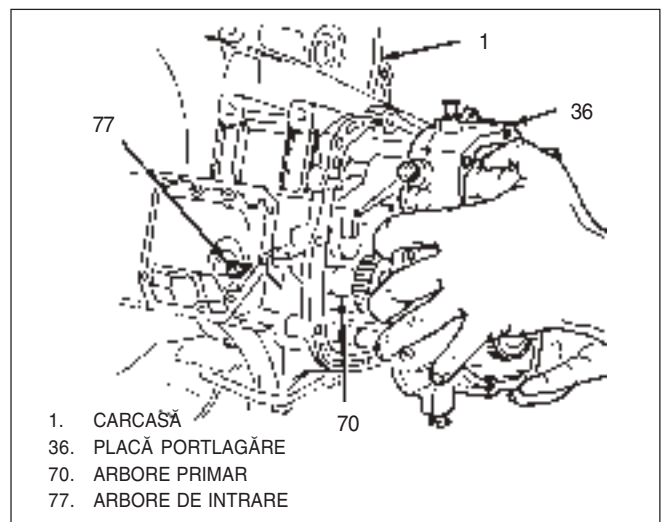
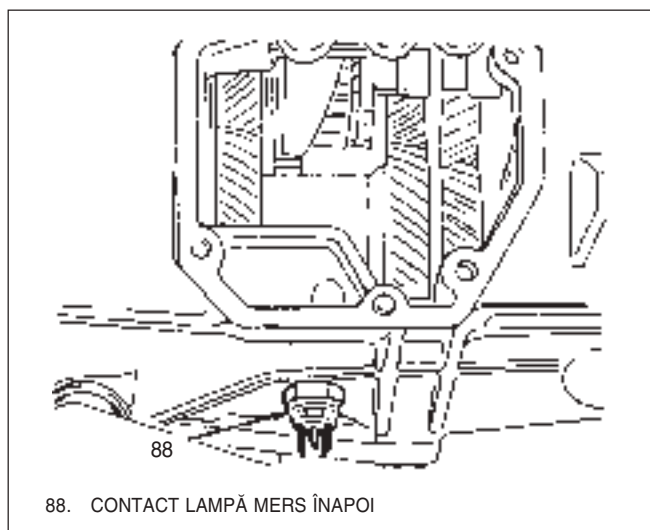
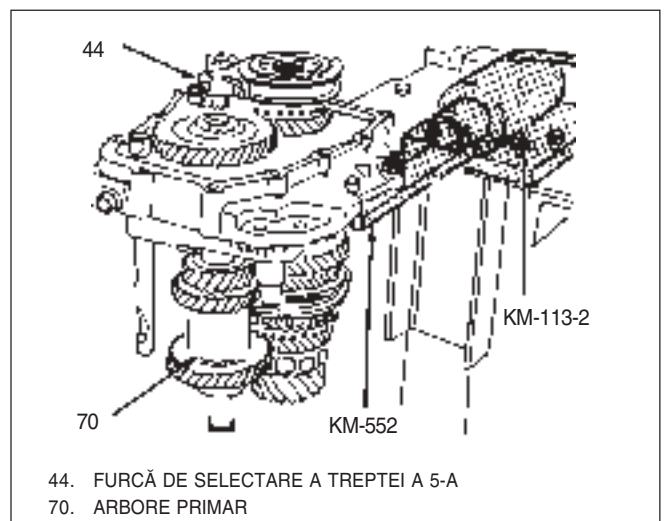

Fig. 7 Placă portlagăre
Fig. 5 Contact lampă mers înapoi
Fig. 8 Fixare placă portlagăre
- 6) Contactor lumini de mers înapoi(88), Fig 5.
- 7) Șuruburi(54) și capac spate(51).
- 8) Șuruburi(65) de fixare a carcasei și a plăcii portlagăre (36) și se scoate placa, Fig 7.
- 9) Se prinde placa portlagăre(36) la disp. KM-552.
- Se poziționează KM-552 în suportul KM-113-2, Fig 8.